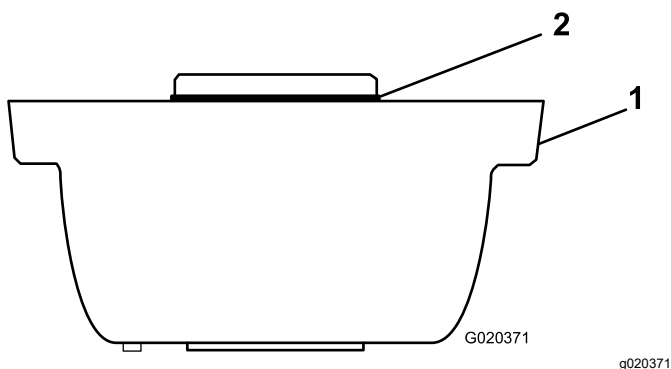

Figura 3
1. Ingrassate leggermente l'O-ring e assicuratevi che sia montato sull'alloggiamento della spazzola per rullo (Figura 3).